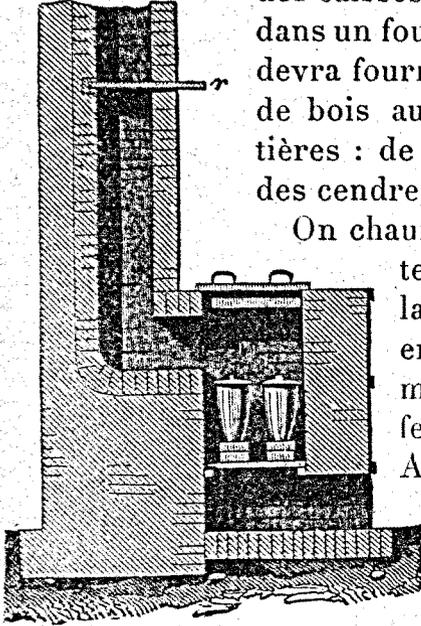

Fig. 45. — Fourneau à vent.
**Acier fondu.** — Les trois procédés qui viennent d'être décrits ne donnent pas des aciers bien homogènes. Pour certains usages, il importe d'avoir un acier dont toutes les parties soient rigoureusement de même nature, dans le même état physique, et qui ne présente ni *pailles* (fissures), ni *soufflures* (vides produits par des bulles de gaz). Pour avoir un tel acier, on fond l'un des aciers précédents dans un creuset en terre réfractaire, chauffé dans un *fourneau à vent* (fig. 45). Après fusion, l'acier est coulé dans une lingotière. On évite encore mieux les soufflures en exerçant *par le bas* une pression sur le métal fondu, dans la lingotière même.